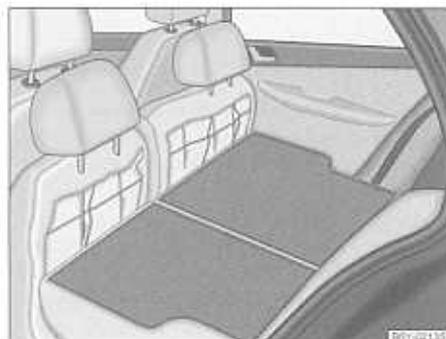

Fig. 50 Asientos de atrás: Reposacabezas en el banco trasero
- Los reposacabezas se pueden insertar en las correspondientes aberturas del banco trasero abatido hacia delante ⇒ página 73, fig. 50.